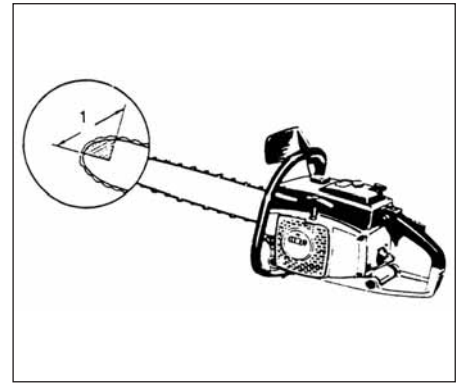

Fig.2-7
**KICKBACK DANGER (Fig. 2-7)**